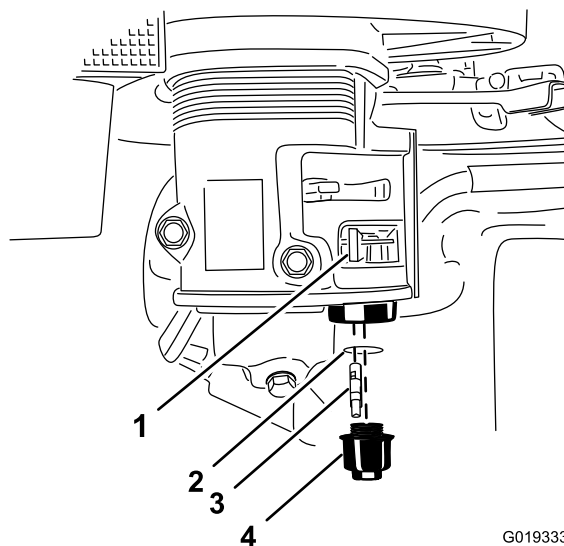

Figure 34
3. Tournez le robinet d'arrivée de carburant complètement à gauche en position Fermée (Figure 34).
4. Dévissez la cuvette de décantation (Figure 34).
5. Déposez le filtre à carburant et le joint torique (Figure 34).
8. Posez le filtre à carburant au fond du carburateur (Figure 34).